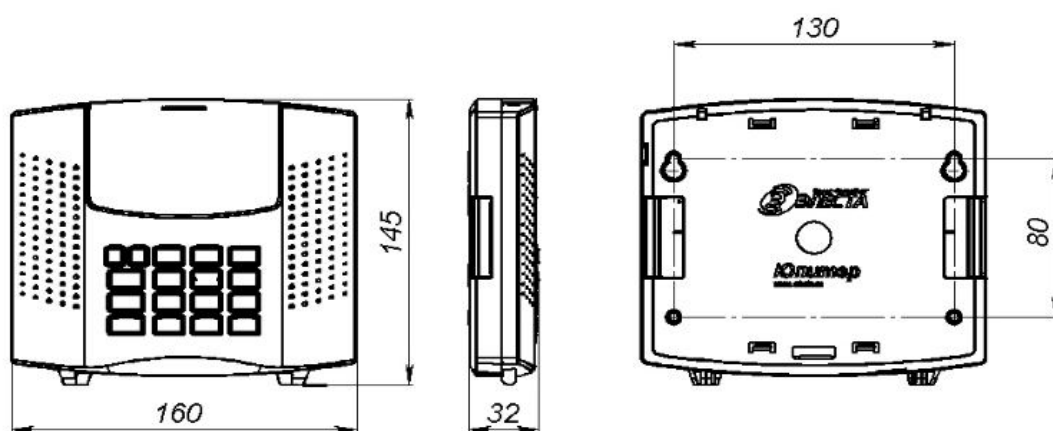

Рисунок 4. Габаритные и установочные размеры прибора
Прибор устанавливается в помещении с ограничением доступа посторонних лиц, в удобном для технического обслуживания месте. Прибор крепится к стене на высоте, удобной для наблюдения за индикацией и ЖК-экраном. Прибор навешивается на два шурупа, ввинченных в стену и крепится двумя другими шурупами через отверстия в нижней части основания корпуса (рисунок 4).
- 3 Завернуть в стену два шурупа по установочным размерам (рисунок 4).